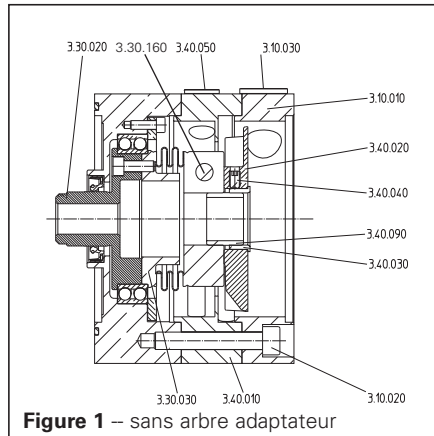

Figure 1 – sans arbre adaptateur
2.1 Montage du ventilateur sur réducteurs sans arbre adaptateur (figure 1)